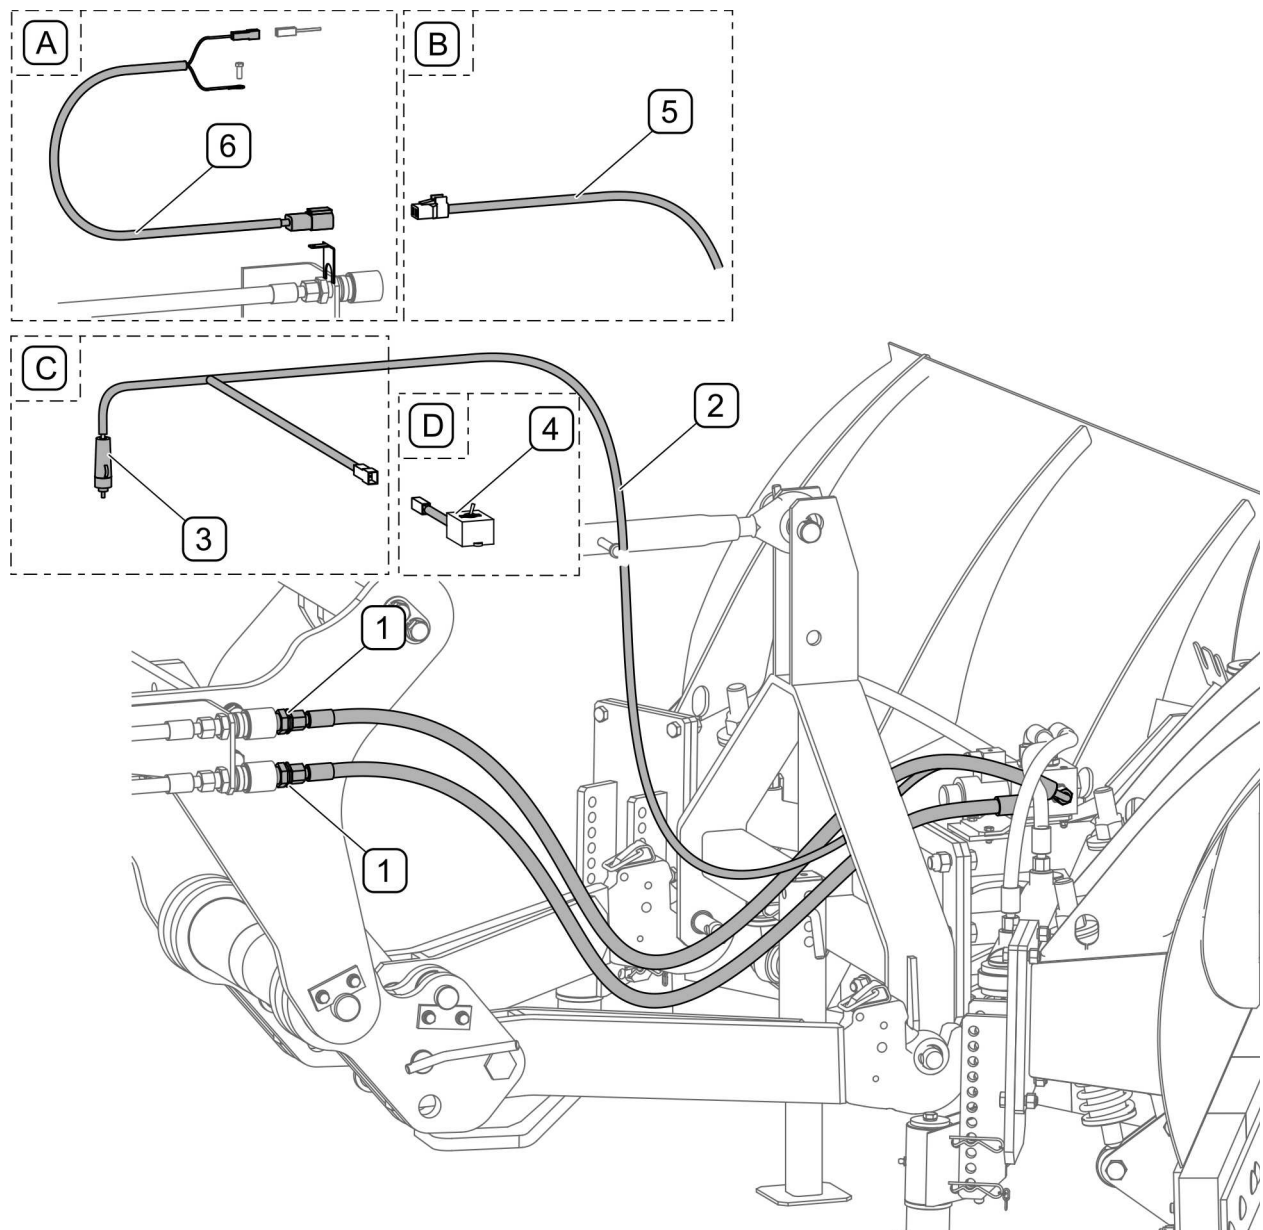

FIG 4.5 Tilslutning af hydraulik- og el-anlæg til traktoren
Stik på hydrauliske koblinger (1) til styring af ploven tilsluttes udtag på traktorens eksterne hydraulikanlæg (FIG 4.5). Under tilslutning af de hydrauliske ledninger til traktoren skal der sørges for, at ledningerne ligger således, så de ikke er bøjet og viklet og for at de er beskyttet mod beskadigelser.